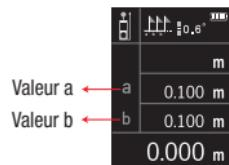

Fig. 7
1. Appuyez longuement sur la touche , l'appareil montre comme sur fig. 7